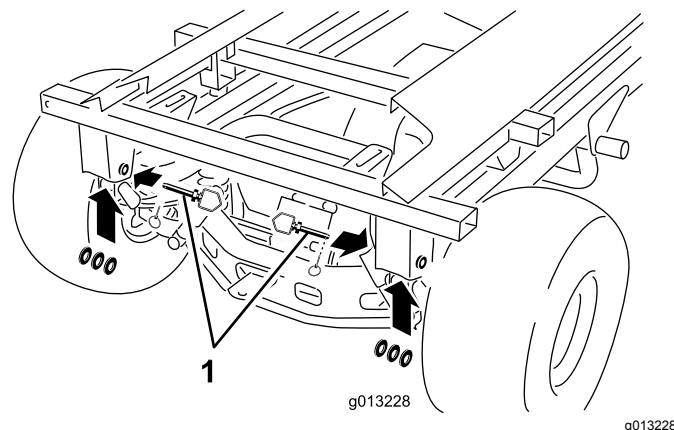

Figure 50
10. Retirez les goupilles à anneau arrière, les goupilles d'attelage et les rondelles (Figure 50).